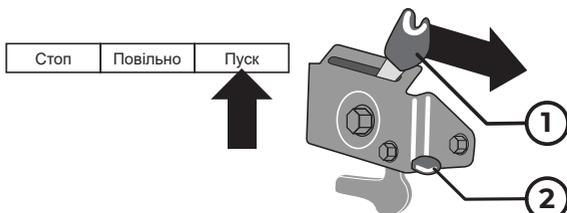

Рисунок 6
3. Переведіть регулятор подачі палива в положення «Пуск» (рис. 6)